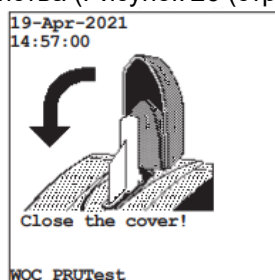

Рисунок 26: Закрытие крышки
10. Закройте крышку порта тест-устройства (Рисунок 26 (стр. 32)).